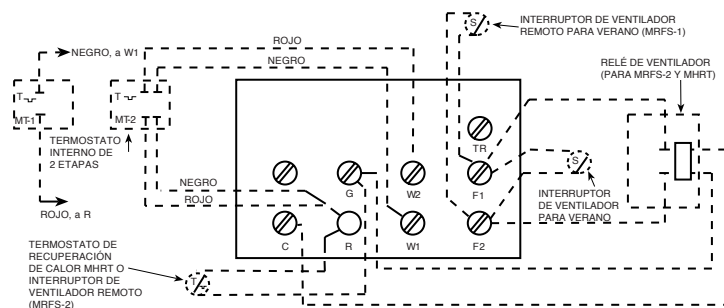

Figura 5. Bornera de control (para calefactores con contactor)
4. Para ver el diagrama de conexión de las unidades provistas de contactor interno (unidades de 7 kW y mayores), consulte la Figura 5.